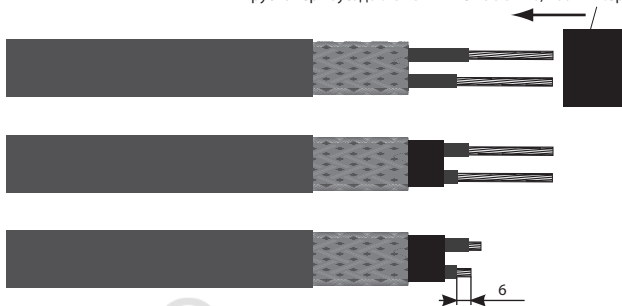
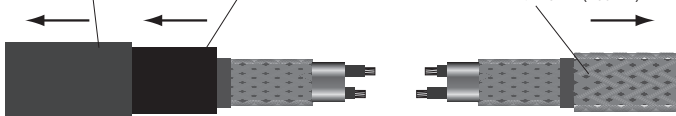

Рис. 4
Рис. 5
5.6. Обрезать токопроводящие жилы на длине 6 мм от трубки термоусаживаемой (рис. 4). На один из кабелей надеть трубки термоусаживаемые (поз. 6 и 7 состава комплекта) (рис. 5). На другую – пленку медную (поз. 10 состава комплекта).